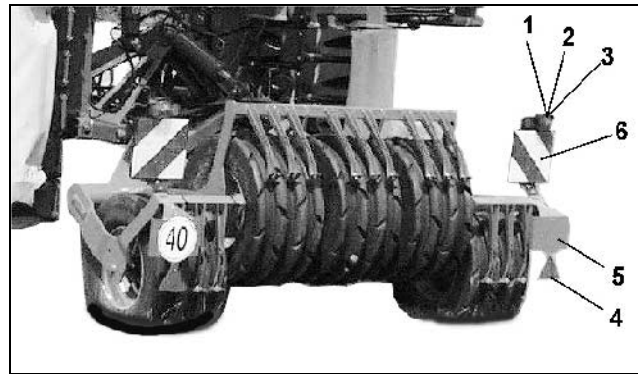

Fig. 19
- kaksi perävaloa (Fig. 19/1)
- kaksi jarruvaloa (Fig. 19/2)
- kaksi suunnanvaihtovilkkuja (Fig. 19/3, mikäli traktorin suunnanvaihtovilkku on peitetty)
- kaksi punaista heijastinta (Fig. 19/4, pyöreä, suora- tai kolmikulmainen)
- valaistu rekisterikilven pidin (Fig. 19/5, mikäli traktorin rekisterikilpi on peitetty)
- kaksi taaksepäin suunnattua varoitustarraa (Fig. 19/6)